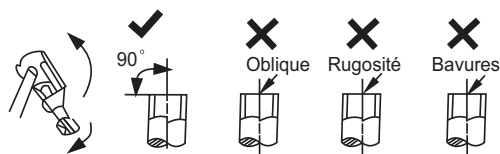

Fig. 16 — Tronçonner
- a. Couper le tuyau avec un coupe-tube, à 90 degrés (voir Fig. 16).